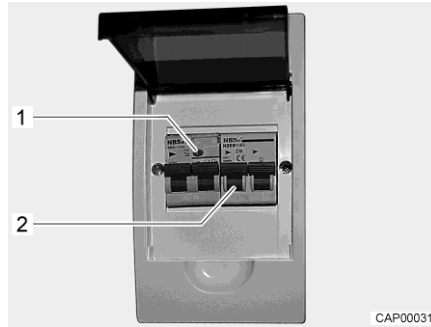

Fig. 86 Coffret de fusibles 230 V avec disjoncteur de protection de circuit et disjoncteur FI
Un disjoncteur différentiel (disjoncteur FI) dans le coffret de fusibles protège tout le véhicule contre le courant différentiel (0,03 A). Le disjoncteur de protection de circuit connecté en aval (10 A) (Fig. 86,2) protège le réseau de bord 230 V.
- Lorsque le véhicule est raccordé à l'alimentation 230 V, appuyer sur la touche de contrôle (Fig. 86,1). Le disjoncteur différentiel doit se déclencher.